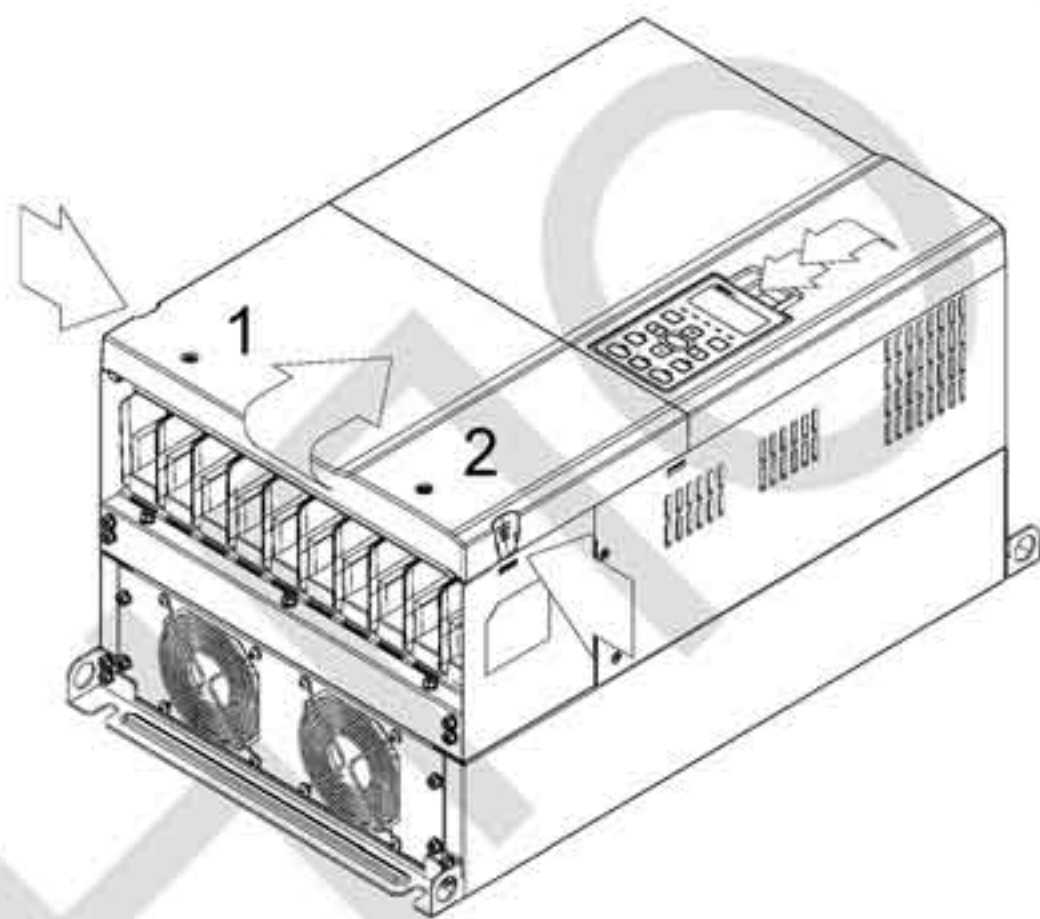

Рис. 1
1. (Рис. 1) Выкрутите винт 1 и винт 2, нажмите на защелки с правой и левой стороны крышки и снимите крышку как показано стрелками на рис. Нажмите на верхнюю часть пульта КРС-CE01 для демонтажа пульта.: 10~12 кг\*см (8.6~10.4in-lbf).